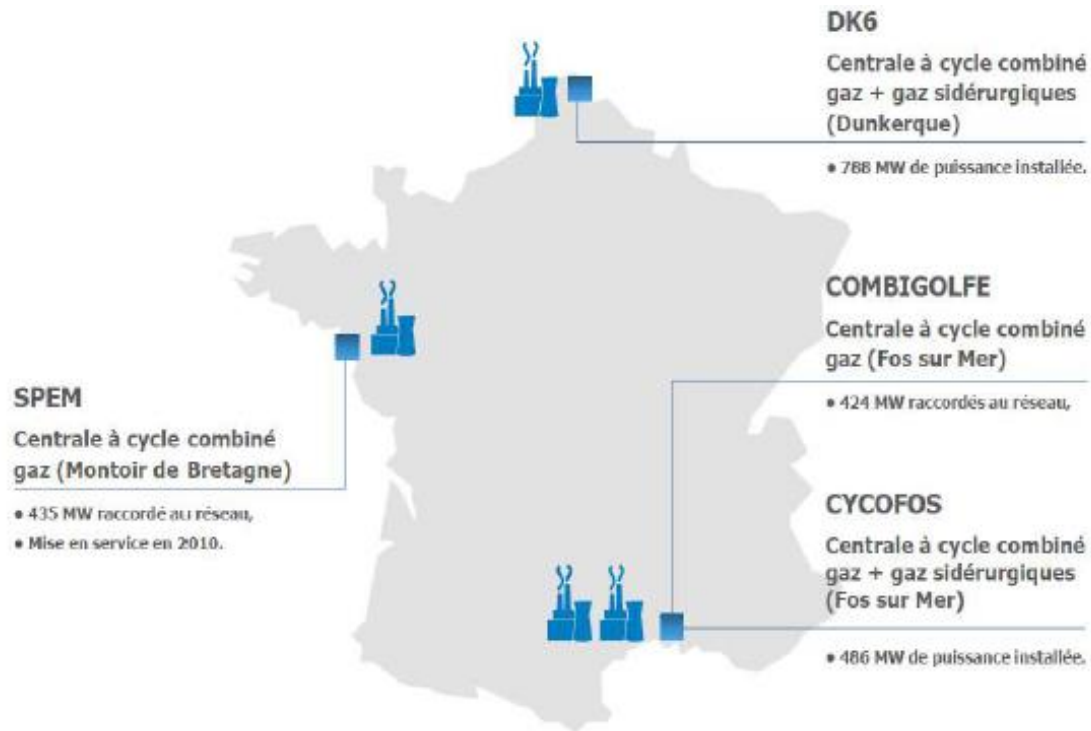

Figure 1 : ENGIE en France
- Des instructions à suivre: Figure 1 en Annexe.